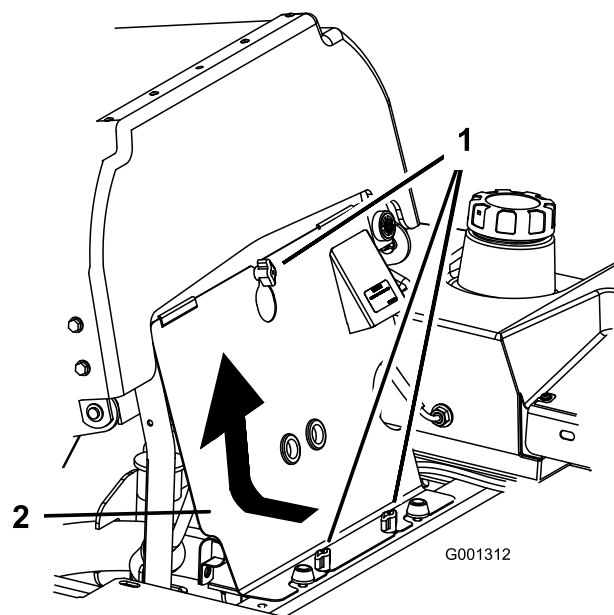

Figure 62
3. Desserrez les boutons du panneau du moteur et déposez le panneau (Figure 62).